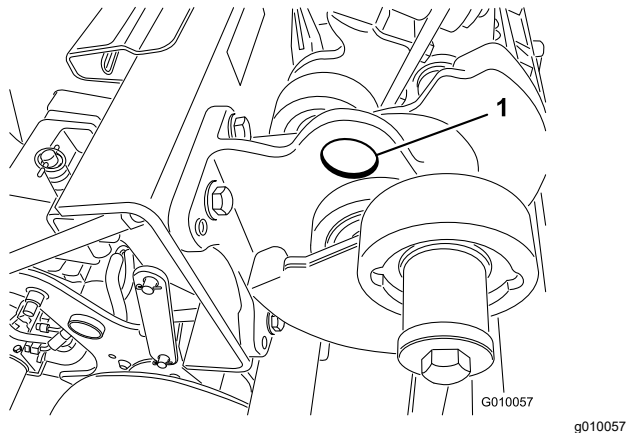

Figure 39
**Remarque:** Si possible, utilisez un pont élévateur pour soulever l'arrière de la machine. Utilisez les œillets des logements de roulements de la tête d'aération comme points de levage (Figure 39)